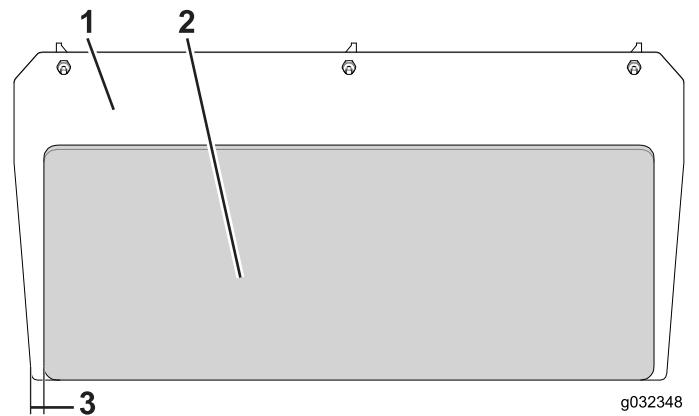

Рисунок 4
- Удалите с обратной стороны защитный слой и приложите щиток задней панели к задней панели со стороны двигателя (Рисунок 4).
**Примечание:** Расположите щиток задней панели в средней части по ширине пластины, оставив 29 мм от каждого края (Рисунок 4).